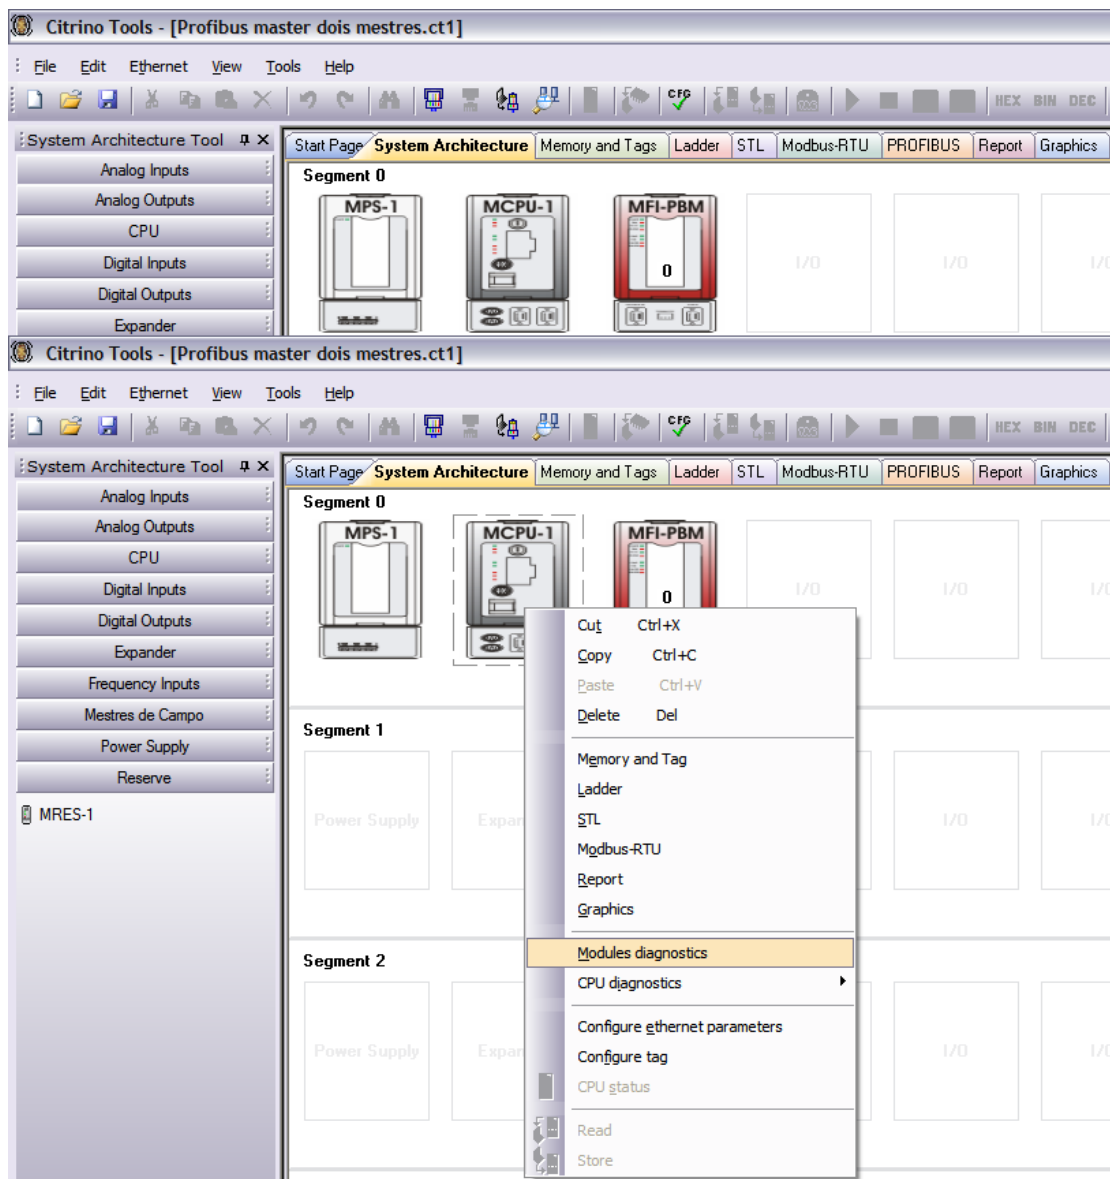

Figura 4.3.1 – Habilitando diagnósticos na MCPU-1
- 1) Observe a configuração da Figura 4.3.1. Clique com o botão da direita do mouse no ícone da MCPU-1 e em seguida clique em Diagnósticos dos Módulos (*Modules Diagnostics*);